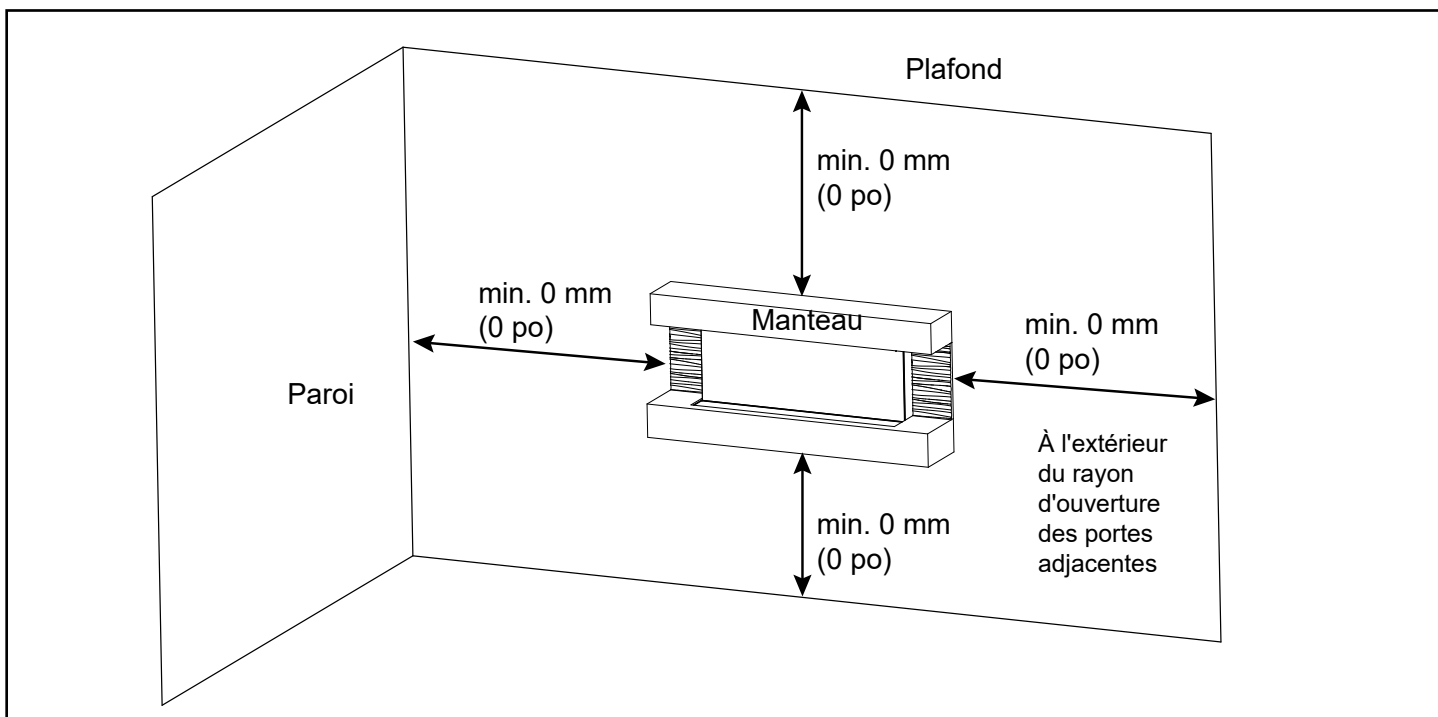

Figure 3.3 Emplacement et exigences des dégagements
- Voir les figures 3.3 et 4.1 pour déterminer l'emplacement de l'installation de l'appareil.
Voir la figure 3.3.